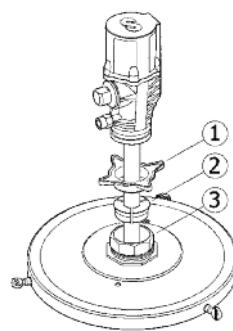

Fig. 2
These pumps must be mounted on drums using covers fitted with a 2" bung. Loose the star nut (1) of the bung adaptor to remove the inferior nut (3), and screw this into the 2" bung opening of the cover. Place the star nut (1) and the three jaws (2) on the suction tube. Introduce the pump through the opening and fasten the assemble at the desired height (fig 2).
Las bombas deben acoplarse a los bidones mediante tapas que dispongan de rosca 2" BSP H. Afloje la tuerca en estrella (1) del adaptador para extraer la parte inferior del mismo (3) y roscarla en el brocal de 2" de la tapa. Coloque la tuerca en estrella (1) y las tres mordazas (2) del adaptador en el tubo, introduzca la bomba por el brocal y apriete el conjunto a la altura deseada (fig. 2). Fije posteriormente la tapa al bidón.
La pompe doit être fixée au fût à l'aide d'un couvercle doté d'un filetage 2" BSP (F). Desserrer l'adaptateur en étoile (1) de la bague de fixation afin d'extraire la partie inférieure de cette dernière (3) et la fixer à l'embouchure de 2" du couvercle. Placer l'adaptateur en étoile (1) ainsi que les trois mors (2) de la bague de fixation sur le tube de la pompe. Introduire la pompe par l'embouchure du couvercle et serrer le tout à la hauteur désirée (voir Fig.2). Fixer ensuite le couvercle au fût.